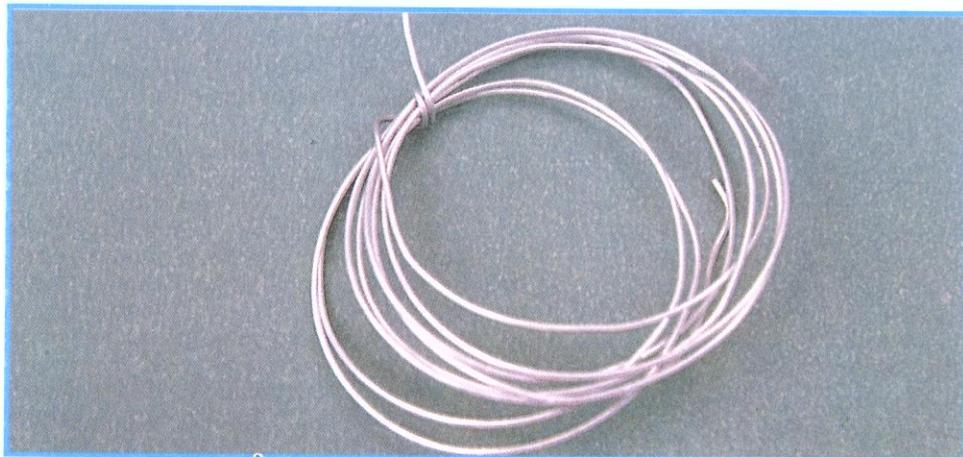

Figura 1 - Fio nu estanhado.
**Fio nu estanhado:** seu uso é relativamente restrito, devido ao fato de o mesmo não possuir isolamento externo, mas sim uma camada de estanho, depositada externamente por eletrólise, a qual propicia um excelente contato elétrico (veja figura 1).